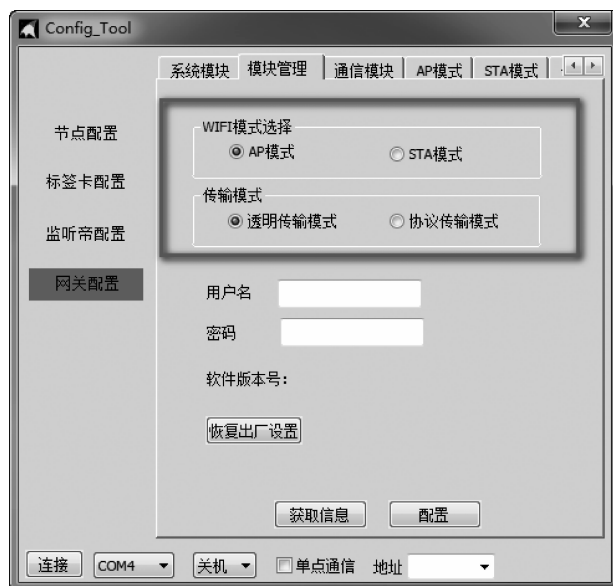

图 1.28 模块管理当前参数及配置功能
(3) 选择模块管理,获取当前参数及配置功能,如图 1.28 所示,模块管理配置参数如表 1.5 所示。